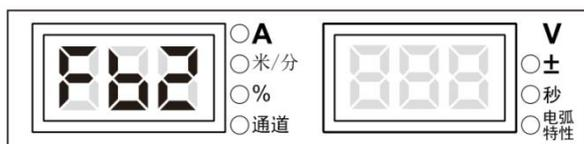

图3-43 型号查询界面
1. 进入内部菜单，调节焊接电源面板旋钮至 FB2，如图 3-43 所示。